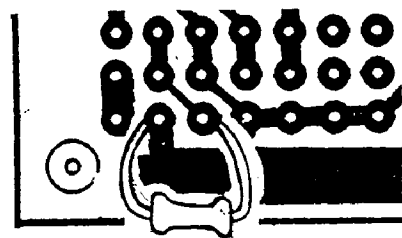
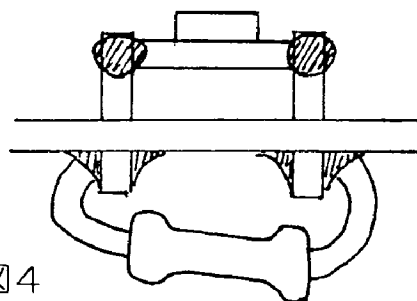

図3
図4
- 3、太陽光のみ測定する場合、図3、図4の様にR101をIN, COMに紫外線センサーと並列になるように直接半田付けしてください。もし、更に微弱な紫外線を測定したい場合はR101をR102と交換する、もしくはR101とR102をトグルスイッチ等で切り替えできるようにすると良いでしょう。